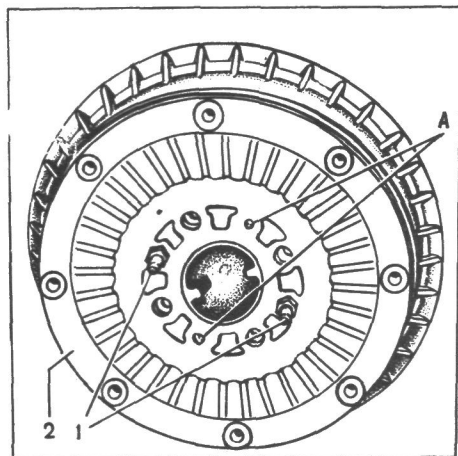

Рис. 57. Тормозной барабан: 1 — болты; 2 — тормозной барабан; А — технологические отверстия
- снимите тормозной барабан 2 (рис. 57), для чего отверните два болта 1, вставьте их в технологические отверстия «А» и заворачивайте до отделения барабана.